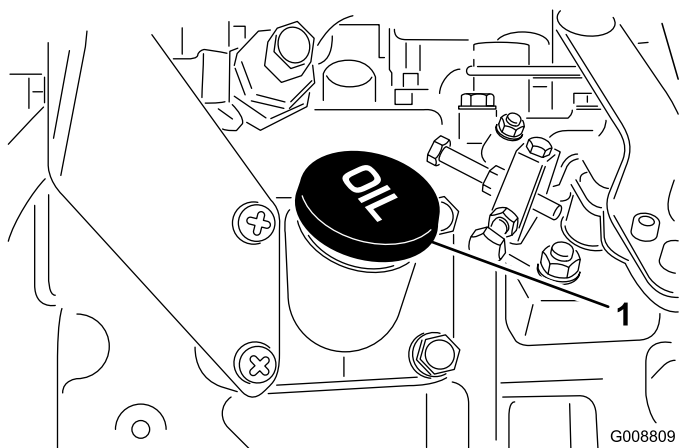

Figure 34
4. Si le niveau d'huile ne se situe pas dans la plage de sécurité, enlevez le bouchon de remplissage (Figure 34) et faites l'appoint jusqu'à ce que le niveau correct soit atteint. **Ne remplissez pas excessivement.**